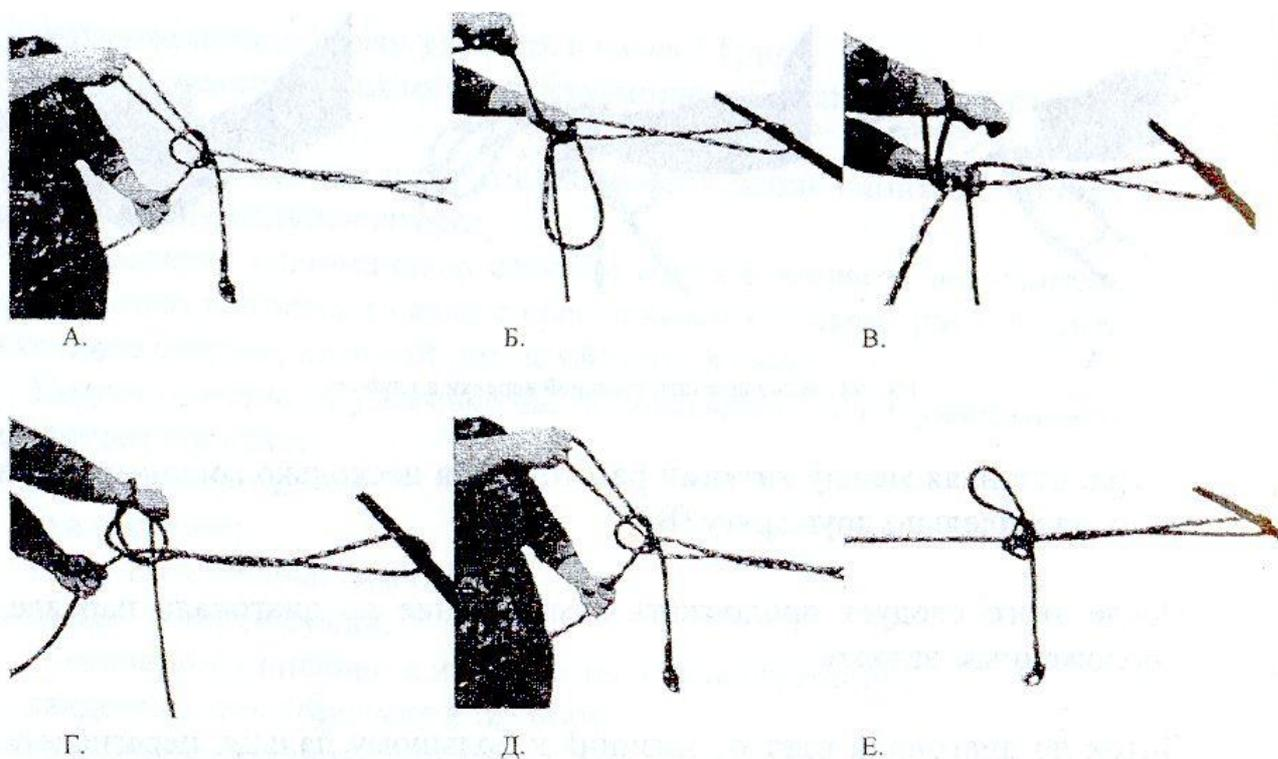

Рис. 6 Закрепление спасательной веревки первым способом
*Первый способ* (Рис. 6): пожарный обматывает конструкцию одним оборотом), берет короткий конец веревки в правую руку, а длинный - в левую и делает петлю на длинном конце (Б). Правой рукой коротким концом обводит петлю один раз снизу вверх, просовывает снизу в петлю правую руку (В), переносит ее веревку, удерживаемую левой рукой, и берется за короткий конец (Г). Затем